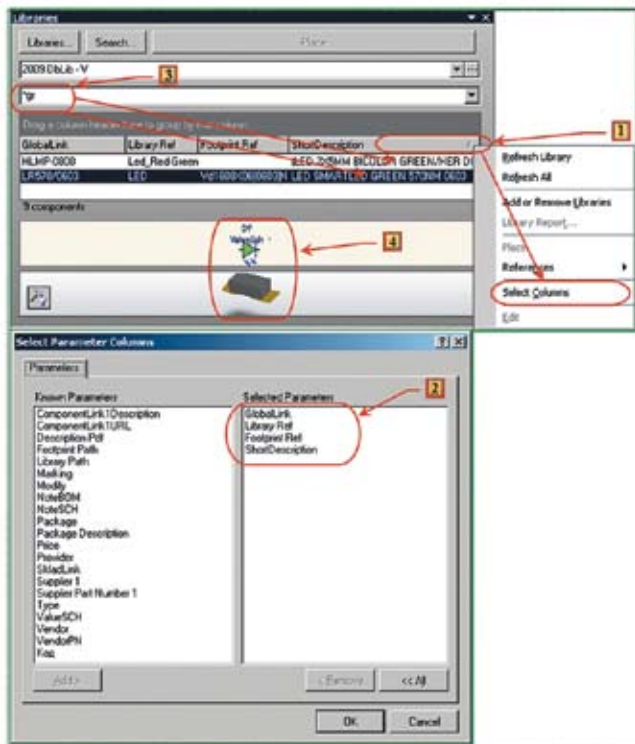

Рис. 6. Настройка отображаемых значений параметров в панели Library
Однако все же более полезная информация, указанная в п. 6, так как по ней настраивается фильтр (п. 5). И мы можем искать как по номиналу, так и по посадочному месту или по другим характерным признакам в параметрах компонента. Поэтому еще раз повторим и покажем на нашем примере, как выбрать и настроить столбцы таблицы в данном окне панели **Library** (рис. 6):
3. В качестве примера на рис. 6 представлен поиск светодиодов (зеленая область спектра излучения) по первым двум буквам от слова **Green** (зеленый), в результате чего список в таблице для библиотеки нашего примера ограничился двумя позициями. В обеих строках слово **Green** встречается в параметре **SortDescription**.